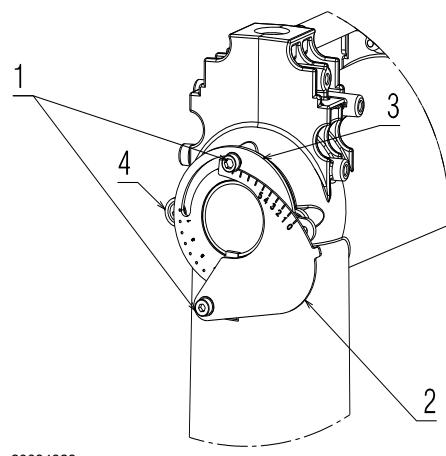

图 22
► 拧松螺丝 1), 旋转环形螺母 3), 直至刻度与指示器 4) (图 22) 对应。
► 拧紧 2 个螺丝 1)(图 22)。